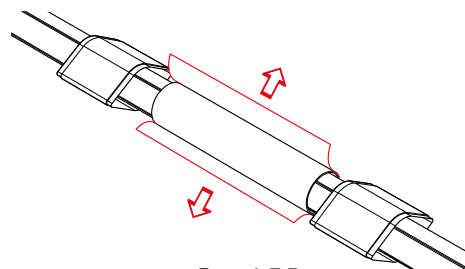

Рис. 4.7.5
5. Удалить упаковочную пленку с поверхности муфты (рис. 4.7.5). Надвинуть муфту на стык, расположив ее в соответствии с ранее нанесенными рисками.